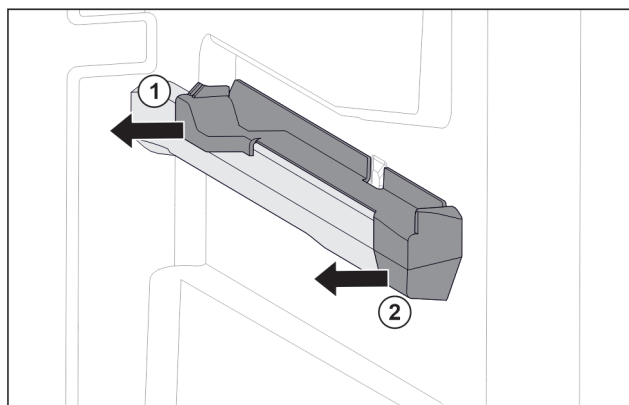

Fig. 17 Наставка върху дясното ребро на съда
- ▶ Изтеглете наставката отзад настрани. Fig. 17 (1)
- ▶ Изтеглете наставката отпред настрани. Fig. 17 (2)